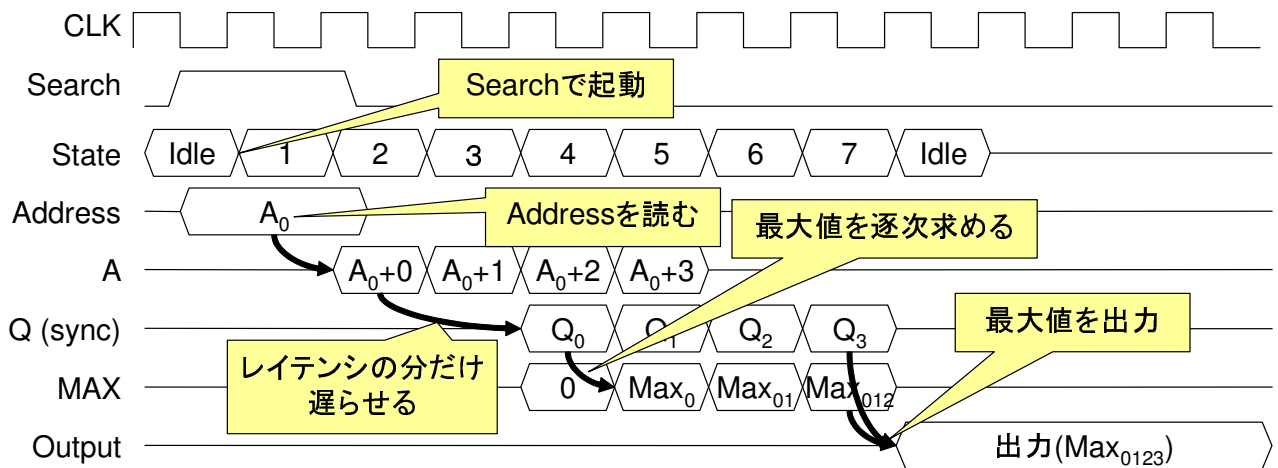

図 4: タイミングチャート
今回の解答例のタイミングチャートを図 4 に書きます。SSRAM はレイテンシが 2 あるのでアドレス (A) を与えてから出力 (Q) が得られるまで 2 クロック間を空けます (図 3 の 5 行目)。また、 A は必要に応じてインクリメントします (図 3 の 6 行目)。 Q はクロックの立ち上がりとほぼ同時に出力されるので、それを以前までの最大値 (Max) と比較して新しい Max として、最後まで生き残ったものを $Output$ として出力します (図 3 の 7 行目)。状態数は 8 個あれば十分でしょう。 $Search$ の立ち上がりから 8 クロック後に出力があるので、この回路のレイテンシは 8 です。